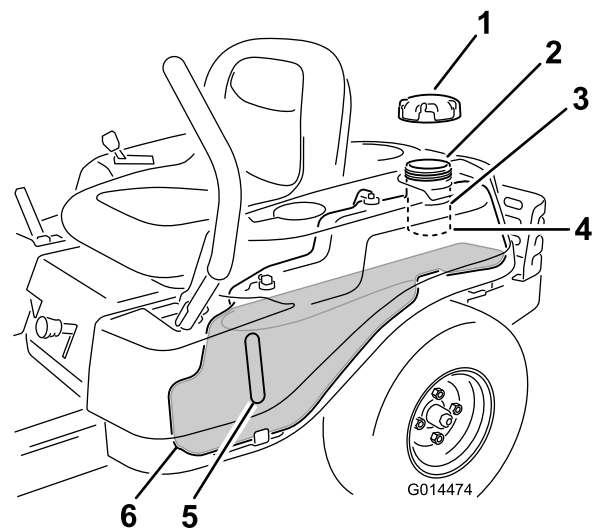

Figura 10
**Nota:** Puede utilizar la mirilla de combustible para verificar la presencia de gasolina antes de llenar el depósito (Figura 10).
2. **Añada gasolina sin plomo** lentamente (Figura 10) hasta que el combustible llegue a la base del cuello de llenado (0).